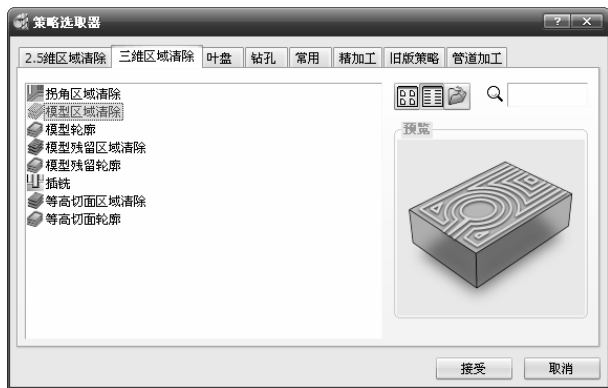

图 3-11 “策略选取器”对话框
1) 单击主工具栏上的“刀具路径策略”按钮，弹出“策略选取器”对话框，单击“三维区域清除”选项卡，在弹出的三维区域清除策略选项中选择“模型区域清除”加工策略，如图 3-11 所示。单击“接受”按钮完成。